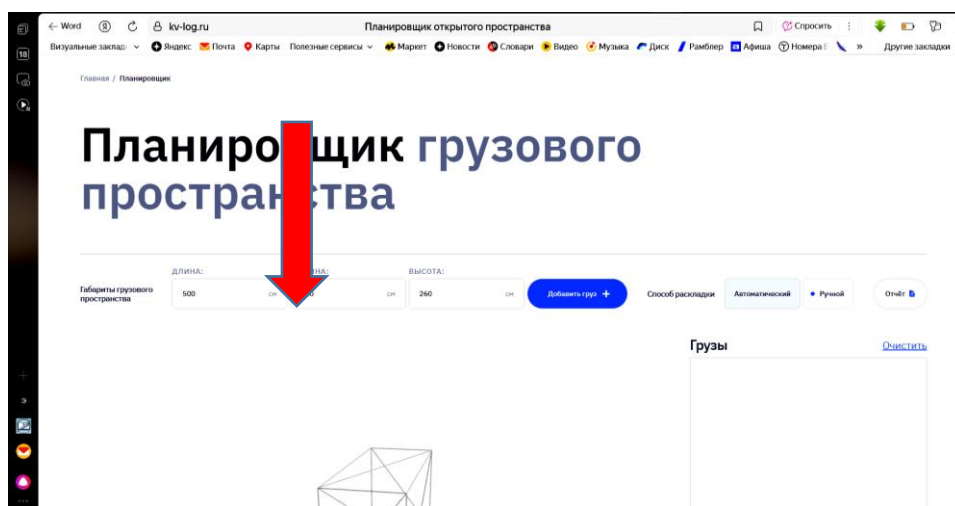

Рис. 2.1. Начальная страница онлайн-сервиса «Планировщик грузового пространства»
2. Скопировать ссылку, вставить в адресную строку, пройти по ссылке (<https://kv-log.ru/planirovshchik/?ysclid=me099j7rig75618092>) и войти в сервис «Планировщик грузового пространства» (рис. 2.1).